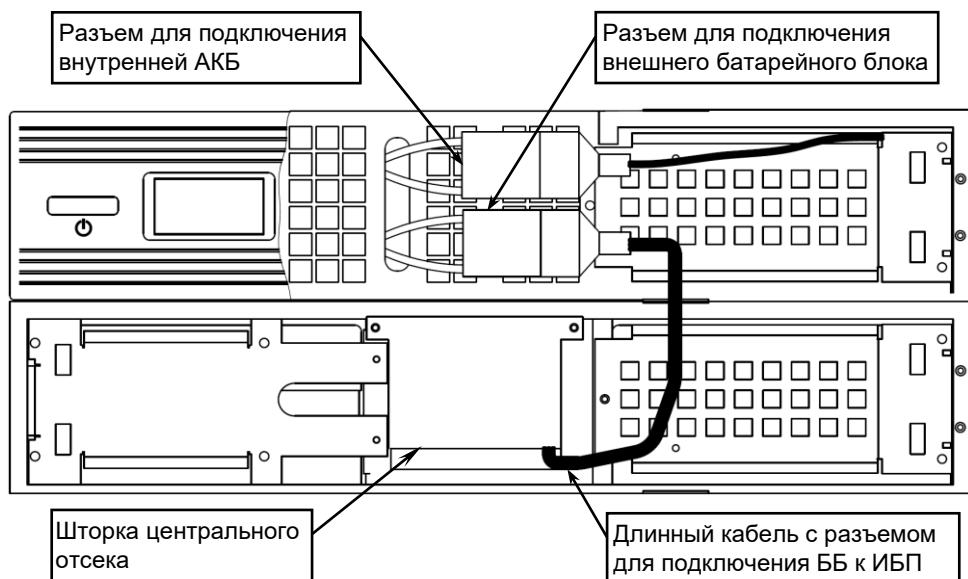
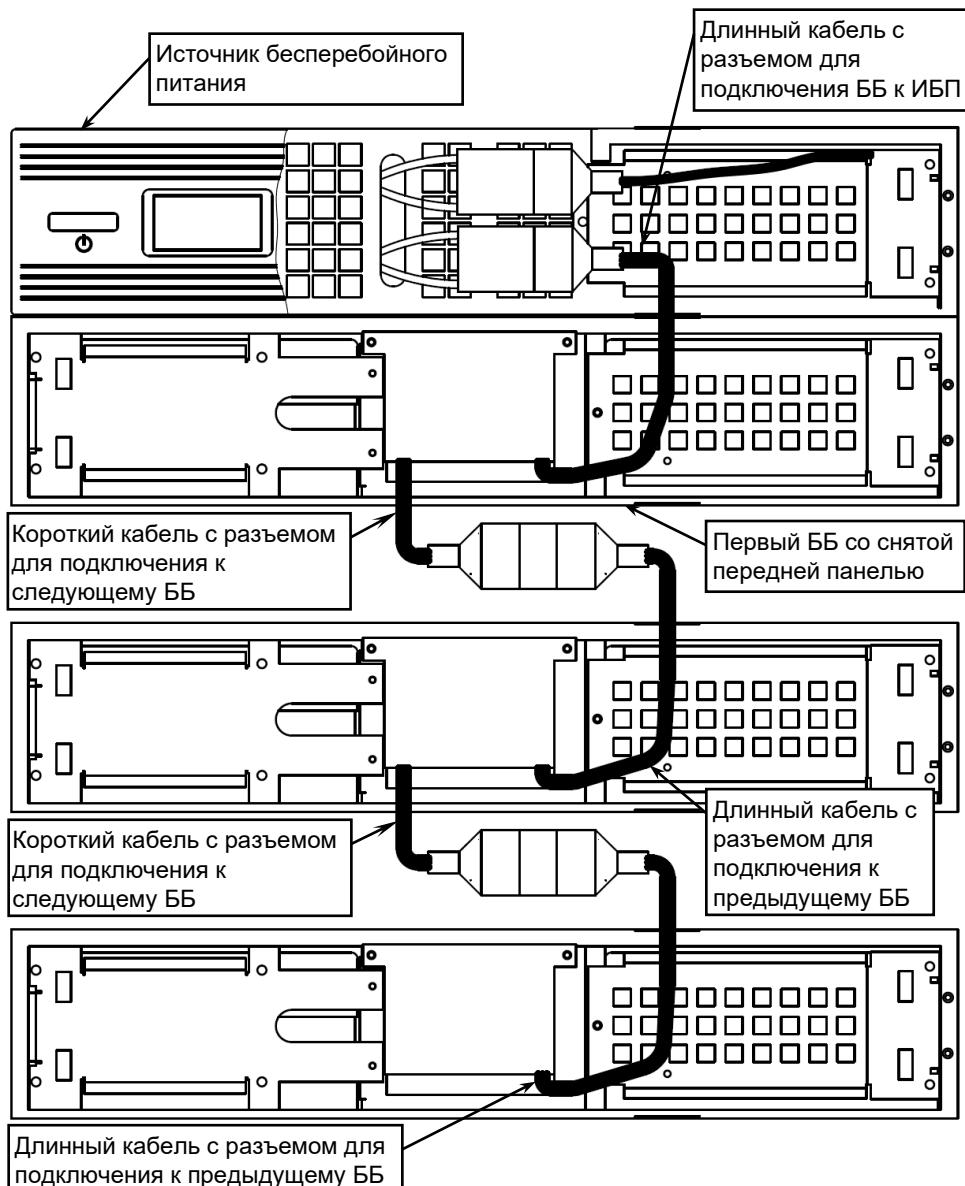
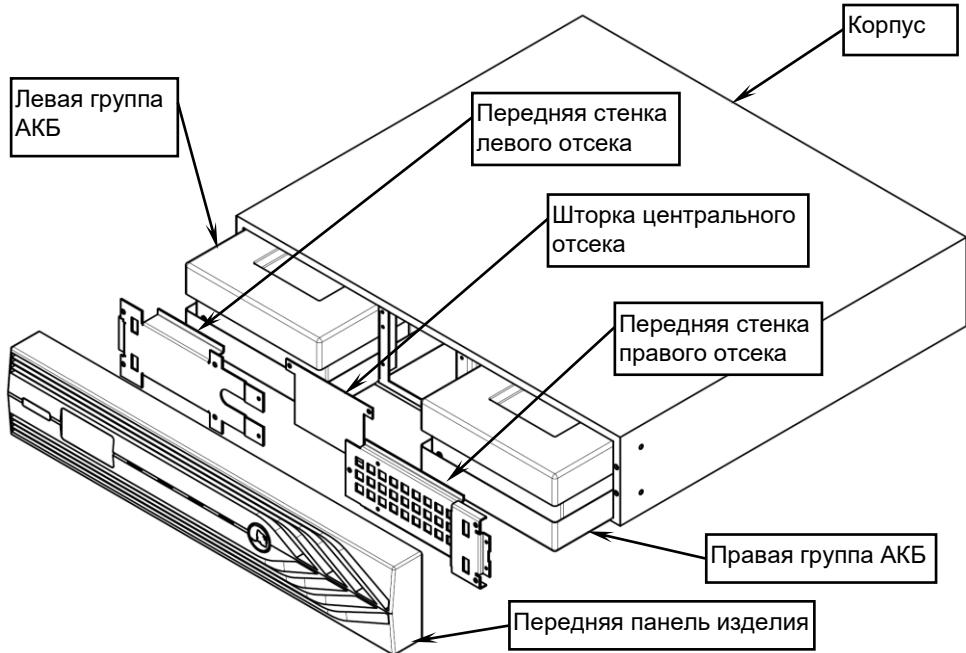
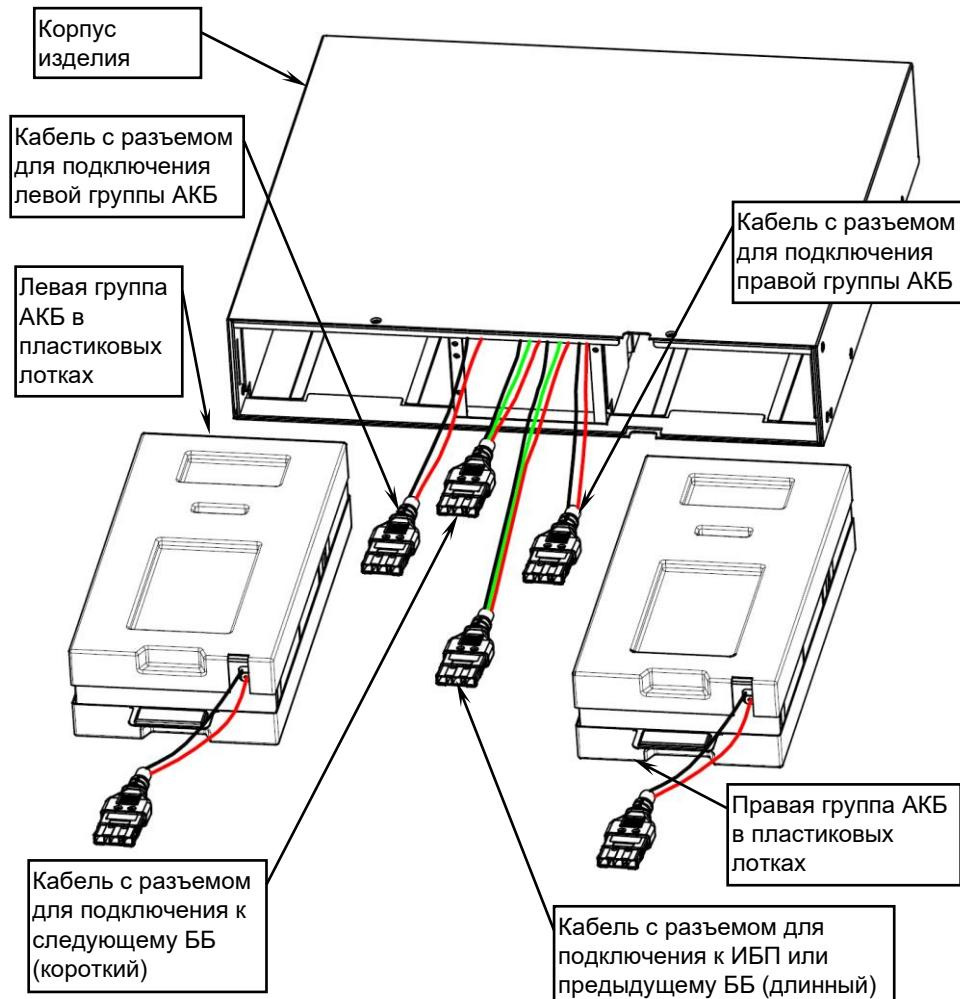

Рисунок 5 – схема подключения батарейного блока к ИБП
Рисунок 6 – Схема подключения к ИБП нескольких батарейных блоков
Рисунок 7 – Общий вид изделия при подготовке к замене АКБ.
Рисунок 8 – Демонтаж и замена АКБ, назначение кабелей подключения
- Снимите шторку центрального отсека изделия, выкрутив два крепежных винта (см. рисунок 5) и осторожно вытащите трехпроводный кабель для подключения ББ к ИБП (длинный кабель с разъемом, см. рисунок 8).
- Подключите длинный кабель с разъемом к разъему ИБП (см. рисунок 5). При подключении может возникнуть небольшая дуга, это нормально и безопасно для персонала. Убедитесь в надежном соединении разъемов.
- При необходимости подключения второго ББ, вытащите из центрального отсека первого ББ короткий кабель с разъемом (см. рисунок 8), соедините его с длинным кабелем второго батарейного блока и заправьте внутрь центрального отсека первого ББ полученное соединение (см. рисунок 6).
Замена аккумуляторных батарей в изделии выполняется в следующей последовательности (см. рисунок 7):
- снимите шторку центрального отсека, вытащите из него кабели с разъемами, соединяющими группы АКБ в лотках с батарейным блоком, рассоедините разъемы (см. рисунок 7 и рисунок 8);